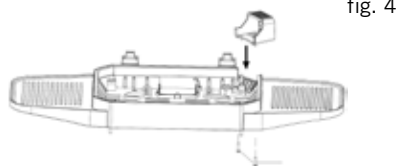

fig. 4
7. Introduzca el soporte de casquillo [7]/(H) en el orificio previsto en la carcasa de la parrilla, tal como se muestra en la fig. 4, y fije el soporte con 2 tornillos ST 3x10 (D).